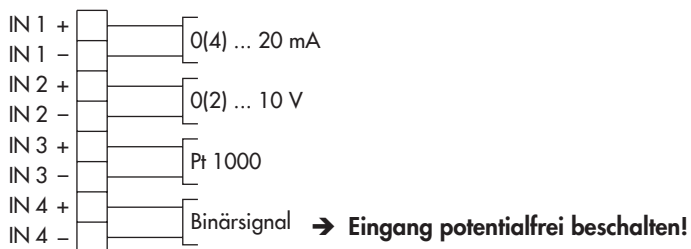

Bild 5-14: Anschlussbelegung bei Applikation Temperaturregelung bei Eingangssignalausfall
- Elektrischen Anschluss nach Bild 5-8 und geplanter Applikation (vgl. Bild 5-9 bis Bild 5-14) vornehmen.